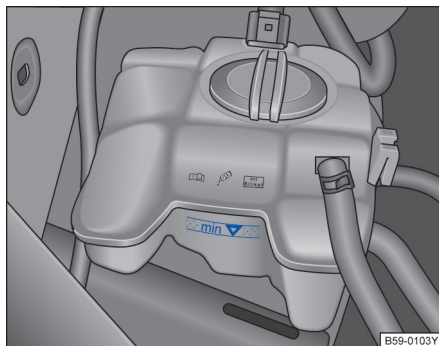

图 259 冷却液补偿容器上的液位标记
- 发动机处于冷态时检查冷却液液位是否处在膨胀罐侧面的标记范围内→ 图 259。